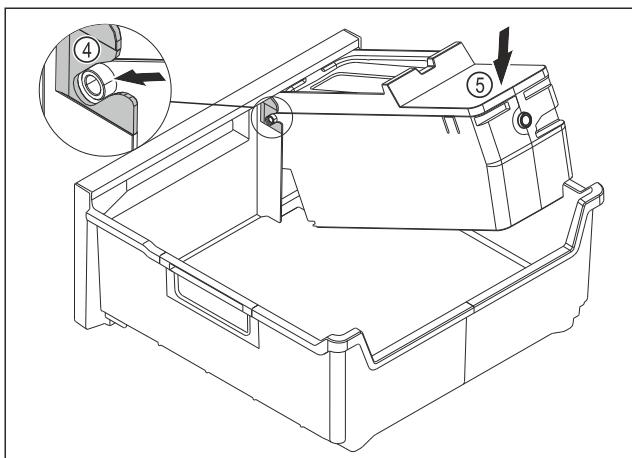

Fig. 175
- EasyTwist-Ice-Körper montieren: Achsen des EasyTwist-Ice-Körpers in die Führungen Fig. 175 (4) einschieben.
- EasyTwist-Ice-Körper Fig. 175 (5) hinten nach unten drücken.